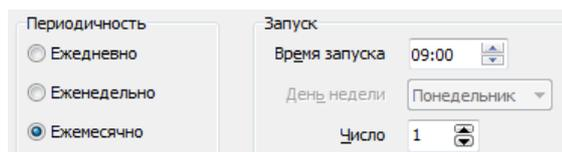

Рисунок 27.9 Вкладка Автоматическое резервное копирование баз данных, периодичность - Ежемесячно
- Ежемесячно, в этом случае необходимо указать Время запуска и Число месяца, когда будет происходить копирование (Рисунок 27.9).